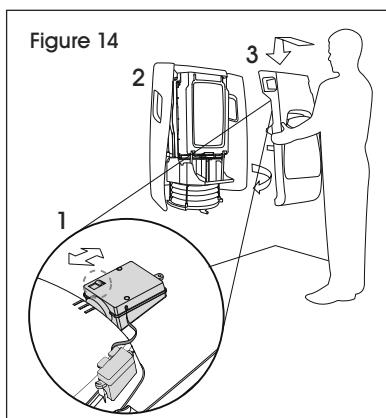

Figure 14
- Placez l'interrupteur à la position « ON » (marche). Replacez le panneau avant sur l'unité et refermez les panneaux latéraux. (Voir Figure 14)